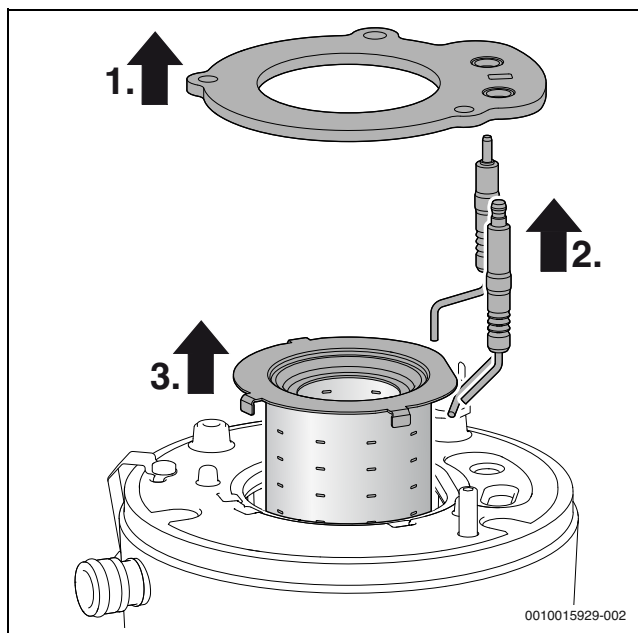

Fig. 48 Retirar el quemador
- Cada vez que se abra el quemador, sustituir la junta de quemador (→ fig. 48, pos.[1]) y las demás juntas afectadas por esta medida. (máxima vida útil de la junta de quemador: 7,5 años)